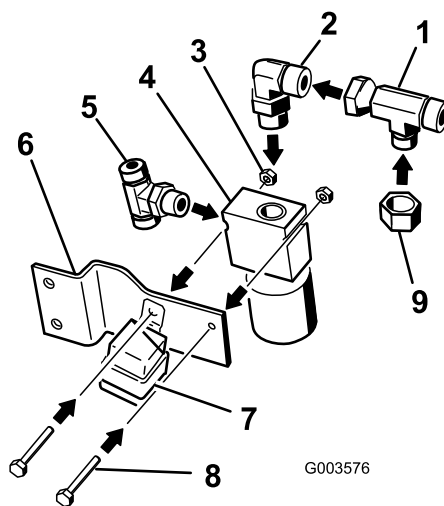

Figure 11
1. Montez les raccords aux angles indiqués sur les figures. Montez le raccord en T sur le côté de la vanne. Reportez-vous à la Figure 11 pour le raccord en T correct.
2. Montez un petit raccord coudé à 90° en haut de la vanne (Figure 11).
3. Montez l'adaptateur en T sur le raccord coudé à 90° Reportez-vous à la Figure 11 pour le raccord en T correct.
4. Placez le capuchon sur l'adaptateur en T (Figure 11).
6. Montez la vanne sur son support avec 2 boulons (1/4 x 1-3/4 po) et 2 écrous (1/4 po) (Figure 11).